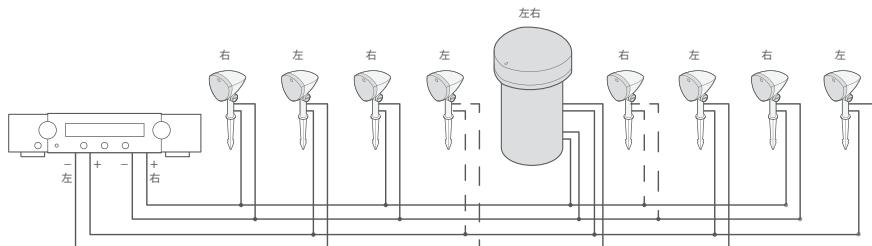

图 6
5. 按照下一页第 6 节“安装卫星扬声器”中的接线说明，将扬声器线穿过沟槽。我们建议为每个扬声器多留 14-16 英寸（约 35-40 厘米）的线缆，这样当沟槽中的土覆盖线缆时，线缆就不会扭结或拉紧。图 6 显示的是使用立体声放大器的整个系统接线。
- 正确连接所有卫星扬声器和低音炮后，确保关闭放大器/接收器电源。将左/右扬声器线连接到放大器/接收器上匹配的正极(+)和负极(-)端子(参见图6中的放大器接线图)。